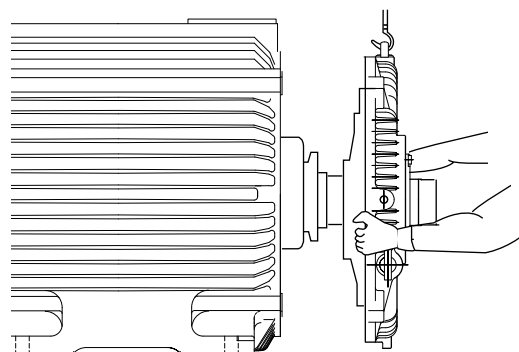

図 15.1 軸受ブラケット取はずし
- (1) 連結反対側の軸端をジャッキ又は支持台で支え、軸受ブラケットをわずかに吊り上げます。
- (2) フレームと軸受ブラケットの締付けボルトを取りはずし、軸受ブラケットを固定子枠から引き離します。
- (3) 回転子を静かに固定子内径にのせます。
- (4) 図 15.1 のように軸受ブラケットを吊り上げて取りはずします。